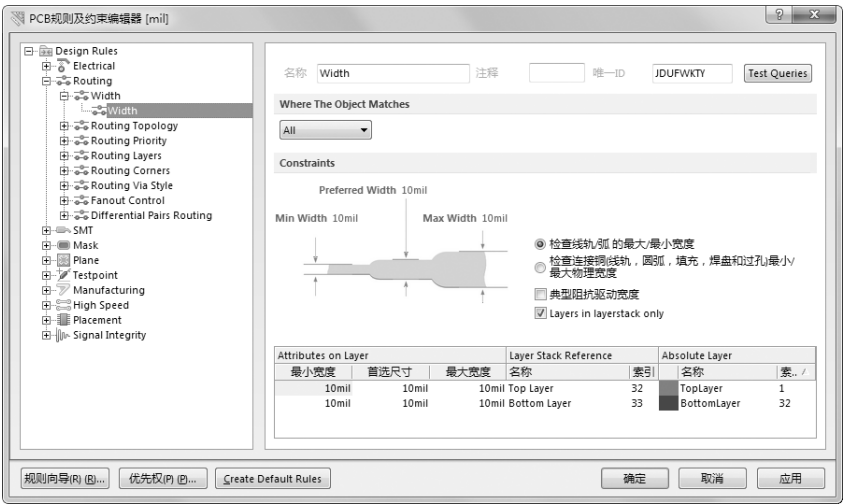

图 9-7 “Width” 规则对话框
(1) “Width”（走线宽度规则）：用于设置走线宽度，如图 9-7 所示为该规则的对话框。走线宽度是指 PCB 铜膜走线（即俗称的导线）的实际宽度值，包括最大允许值、最小允许值和首选值 3 个选项。与安全间距一样，走线宽度过大也会造成电路不够紧凑，将造成制板成本的提高。因此，走线宽度通常设置在 10 ~ 20 mil，应该根据不同的电路结构设置不同的走线宽度。用户可以对整个 PCB 的所有走线设置相同的走线宽度，也可以对某一个或多个网络单独进行走线宽度的设置。